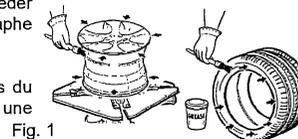

Fig. 1
Positionner le bouton de blocage (11) en position 2. Déplacer manuellement le bras opérateur (fig. 1) jusqu'à ce que l'outil de montage (12) s'appuie contre le bord supérieur de la jante et le bloquer par le bouton de blocage en position 1 (fig. 2). De cette façon le bras est bloqué en sens vertical et horizontal et l'outil de montage (12) s'écarte automatiquement d'environ 2 mm de la jante.
- En tenant le levier dans cette position, faire tourner le plateau centreur (14) (fig. 1, page 17) dans le sens horaire en appuyant sur la pédale (3) jusqu'à ce que le talon supérieur sorte complètement de la jante.
- S'il y a une chambre à air, il faut basculer le bras vertical, sans débloquer le bras opérateur, en appuyant sur la pédale (1)
20.1 Montage du talon inférieur (se référer à la fig. 1, page 17)